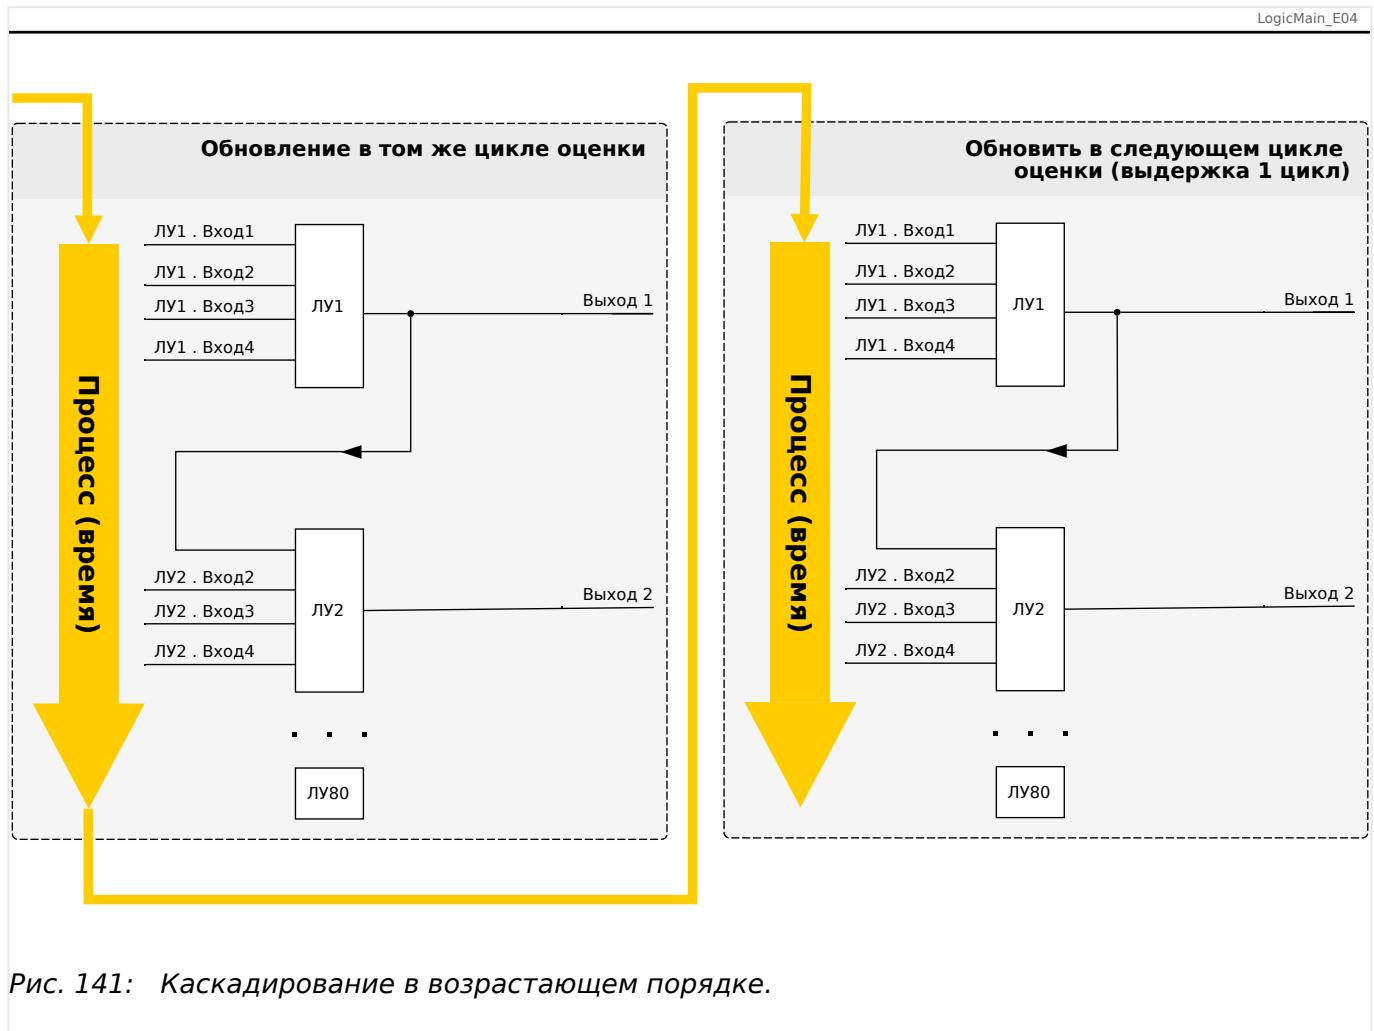
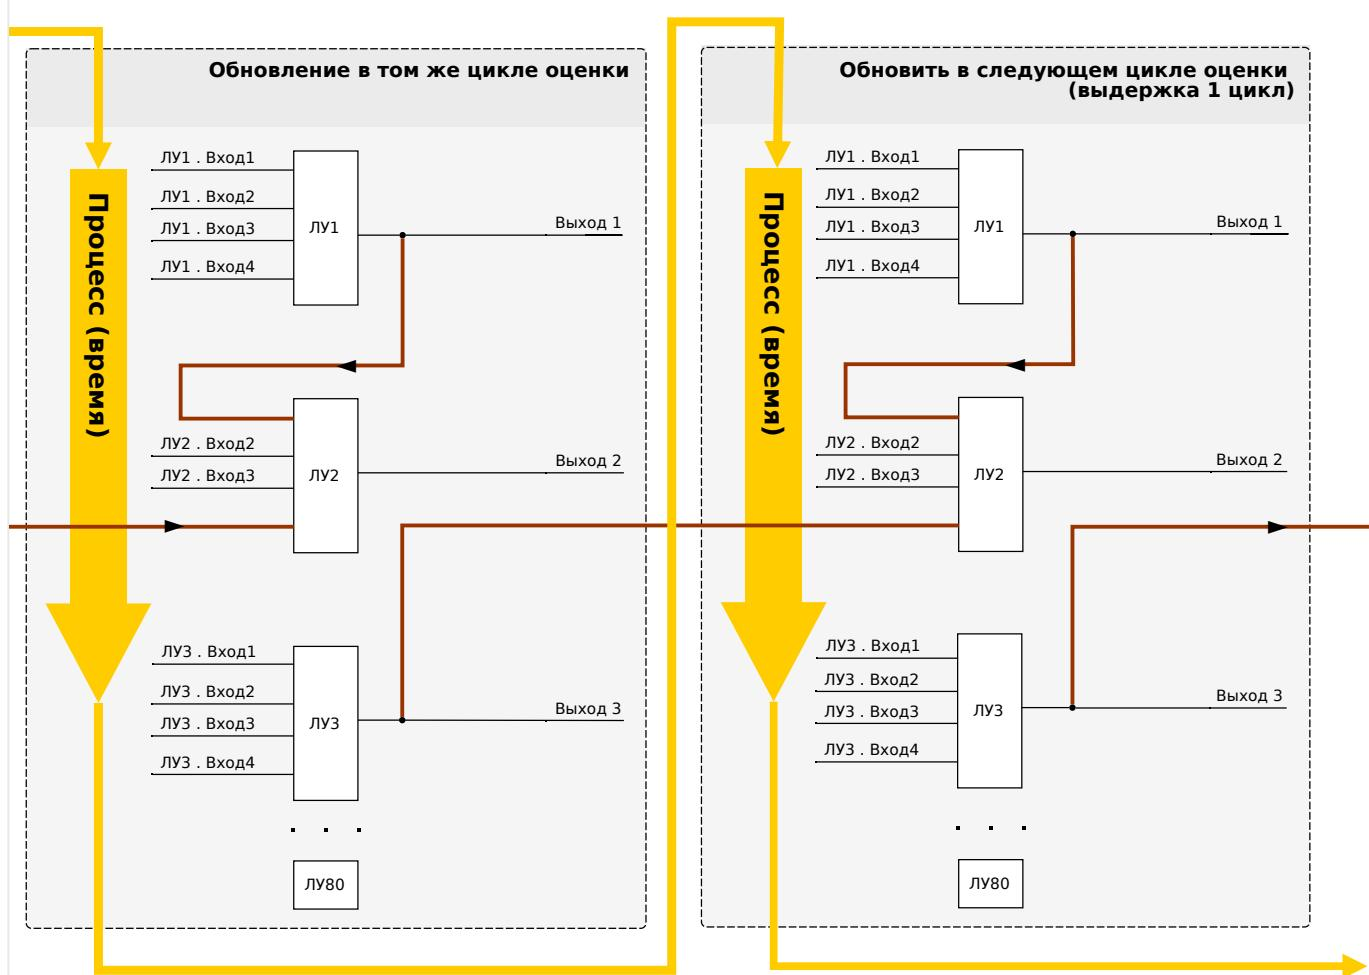

Рис. 141: Каскадирование в возрастающем порядке.
Рис. 142: Каскадирование в возрастающем порядке.
- **Возрастающий** порядок означает, что некий выходной сигнал поступает на вход одного из логических уравнений с **более высоким** номером. На приведенном ниже графике  Рис. 141 приводится пример, когда результат логического уравнения **ЛУ1** используется в качестве входного сигнала для логического уравнения **ЛУ2**.
- **Нисходящая** последовательность означает, что некий выходной сигнал поступает на вход одного из логических уравнений с **меньшим** номером. На графике  Рис. 142 приводится пример, когда результат логического уравнения **ЛУ3** используется в качестве входного сигнала для логического уравнения **ЛУ2**.
И возрастающий, и убывающий порядки можно не только использовать, но и комбинировать, при этом разница будет заметна не сразу. Однако, как показано в разделах  Рис. 141 и  Рис. 142 ниже, благодаря определению состояний всех уравнений в возрастающем порядке фактические рабочие значения, поступающие на вход любого из них, будут иной степени зрелости.
В представленном выше примере Рис. 142 для «логического уравнения 2» используются состояния выходов двух других уравнений — «логического уравнения 1» и «логического уравнения 3». Результат «логического уравнения 1» используется в возрастающем порядке и, следовательно, определен в ходе того же рабочего цикла. Результат «логического уравнения 3» используется в убывающем порядке и, следовательно, определен в ходе предыдущего рабочего цикла.